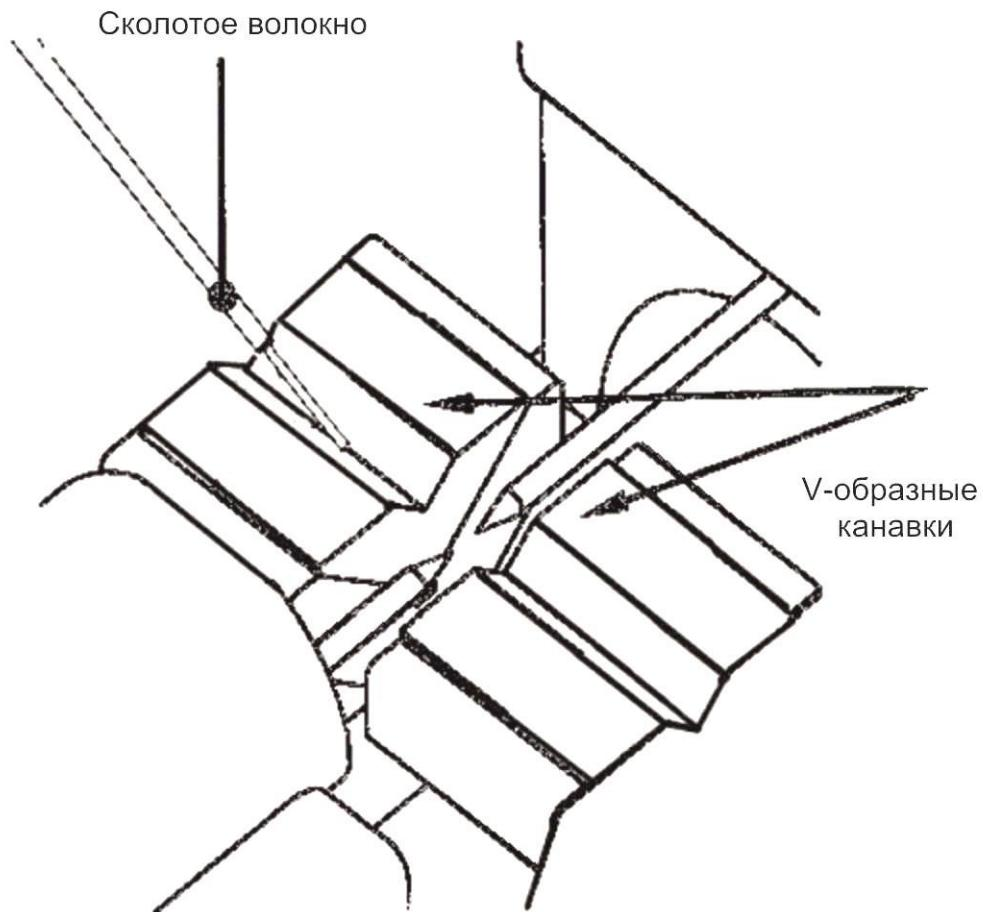

Рис. 4-2
- 3) Если загрязнение из канавки не удается удалить с помощью тонкого тампона, используйте конец сколотого волокна, как показано на рис. 4-2. Затем повторите шаг (2).